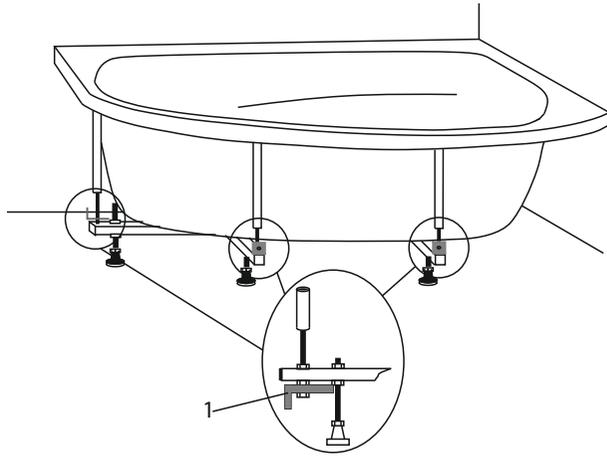

Рис.7
1. Установить пластмассовые упоры (Поз.1) по схеме (Рис.7).
2. Закрепить пластмассовые упоры на шпильках опорных ножек (Рис.7);